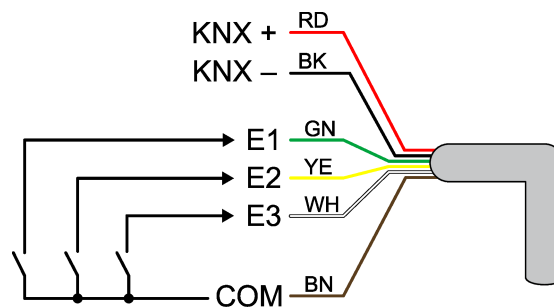

Bild 2: Anschlussbelegung Steuerleitung (Beispiel)
- Gerät polungsrichtig an KNX anschließen (siehe Bild 2).
- Potentialfreien Kontakt eines Wechselrichters ohne Smart Grid Ready Schnittstelle (8) an **E1** und **COM** anschließen (siehe Bild 2).
- Bedarfsweise potentialfreie Kontakte (9) an **E2**, **E3** und **COM** anschließen (siehe Bild 2).